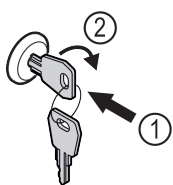

Fig. 176
- ▶ Zatlačte kľúč Fig. 176 (1).
- ▶ Otočte kľúč o 90° v smere hodinových ručičiek Fig. 176 (2).